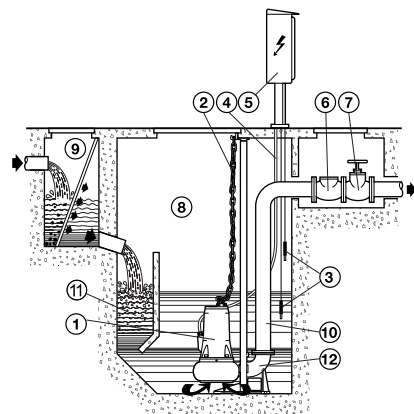

Fig. 6
- Fast installation med elpumpen placerad på stödfoten som är fäst vid brunnen eller tankens botten (fig. 6).
### 5.2.2 FAST INSTALLATION MED AUTOMATISK FASTHAKNING PÅ STÖDFOTEN (fig. 6)
Elpumpar utan automatisk brytare med inbyggd flottör kräver installation av ett kontrollsystem med sonder (fig. 6) eller med flottör eller annan utrustning som säkerställer min. vätskenivå och skyddar elpumpen mot torrkörning.